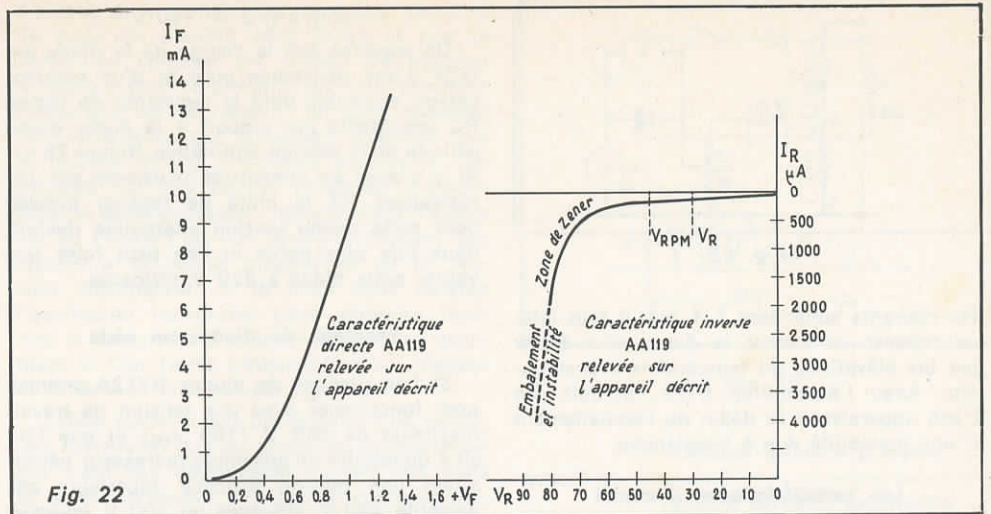
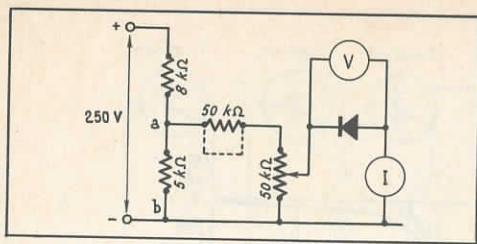

Fig. 22
Fig. 23
Pour débiter on place le curseur du potentiomètre coté b et le cavalier de liaison des shunts sur 50 mA, si la diode est en court-circuit on lit 5 à 10 mA c'est tout car une forte chute de tension se produit entre le curseur du potentiomètre et le point b. Si l'aiguille demeure près du zéro, on peut passer sur la sensibilité 500  $\mu$ A qui sera utilisée pour le relevé des valeurs correspondant au début de la courbe, pour des tensions de 0,1 à 0,2 V. Ensuite, pensant à mettre l'interrupteur à zéro pendant la manœuvre, on changera de shunt. Après avoir fait un tableau des valeurs trouvées pour  $V_F$  et  $I_F$  on tracera la courbe dessinée figure 22 — pour la diode prise pour exemple : la AA119 — le relevé ou la courbe permettent de situer l'échantillon mesuré, ceci d'après le tableau fourni
c) n'ayant aucun des accessoires ci-dessus, il existe peut être dans l'entourage un récepteur équipé de tubes ; en général la tension d'alimentation de tels récepteurs est 250 V. Nous allons sortir deux fils reliés au + et au - du récepteur, ôter les tubes autres que celui de sortie, pour compenser la charge que nous allons imposer au récepteur qui sera un peu plus que 20 mA. Le montage à exécuter est représenté figure 23. Un diviseur de tension permet d'avoir entre les points a b une centaine de volts, entre ces deux points on connecte en série une résistance et un potentiomètre de 50 k $\Omega$ , la résistance sera court-circuitée après le début de la plage de courant. La caractéristique obtenue est tracée à droite de la figure 22, lorsqu'on arrive à